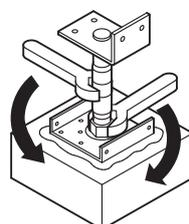

図2-13
- ④ 図2-13のように調整金具の各々のレベル調整を行ない、シャフトに組付いている六角ナットを締めて固定してください。